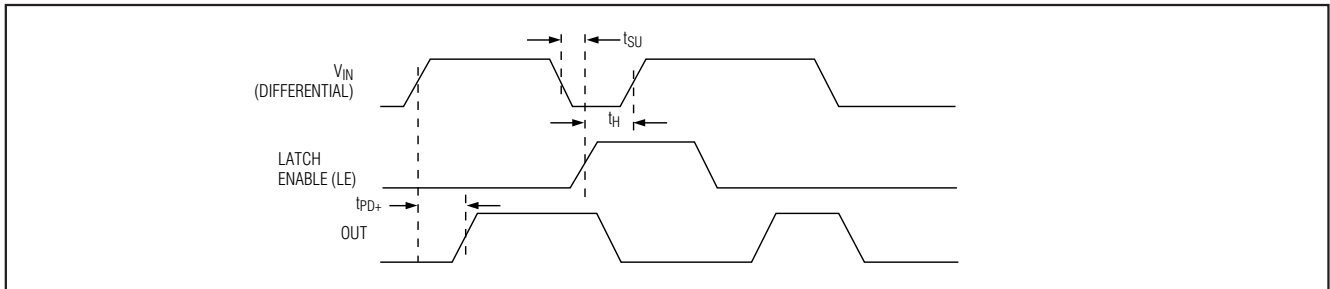

図1. タイミング図
- Note 8:** Latch times are guaranteed by design. Latch setup time (t_{SU}) is the interval in which the input signal must be stable prior to asserting the latch signal. The hold time (t_H) is the interval after the latch is asserted in which the input signal must remain stable. Latch propagation delay (t_{LPD}) is the delay time for the output to respond when the latch enable pin is deasserted (see Figure 1).
MAX9011/MAX9013は、コンパレータの出力状態を保持するTTLコンパチブルラッチ機能を提供します(図1)。LEがTTLローに駆動されるか、あるいは接地されている場合、このラッチはトランスペアレントになり、出力状態は入力差動電圧によって決まります。LEがTTLハイに駆動されると、既存の出力状態がラッチされ、入力差動電圧は出力状態に影響しなくなります。